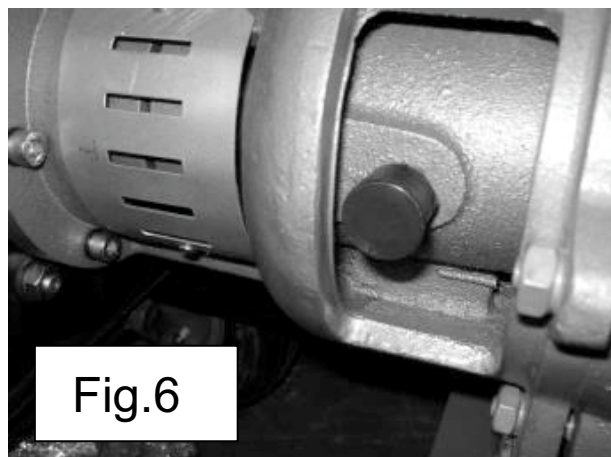

Fig.6
5. Unele modele sunt prevăzute cu gresor cu pâlnie pt. ungerea rulmenților cu vaselină. Capacul gresorului trebuie umplut cu vaselină și apoi trebuie înșurubat pentru a pompa vaselina la rulmenți (Fig.6).